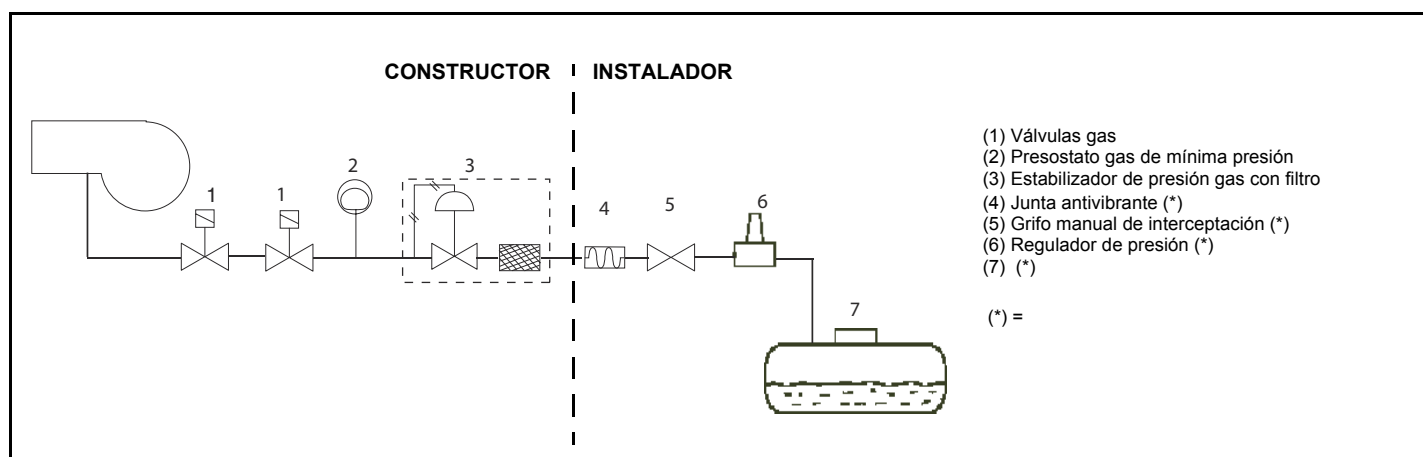

Fig. 4
**PELIGRO** : la rotación no correcta del motor es un peligro para las personas **ATENCIÓN**: después de haber montado la rampa según el esquema indicado en Fig. 4, tiene que ser efectuada la prueba de estanqueidad del circuito gas, según las modalidades previstas por la normativa vigente.